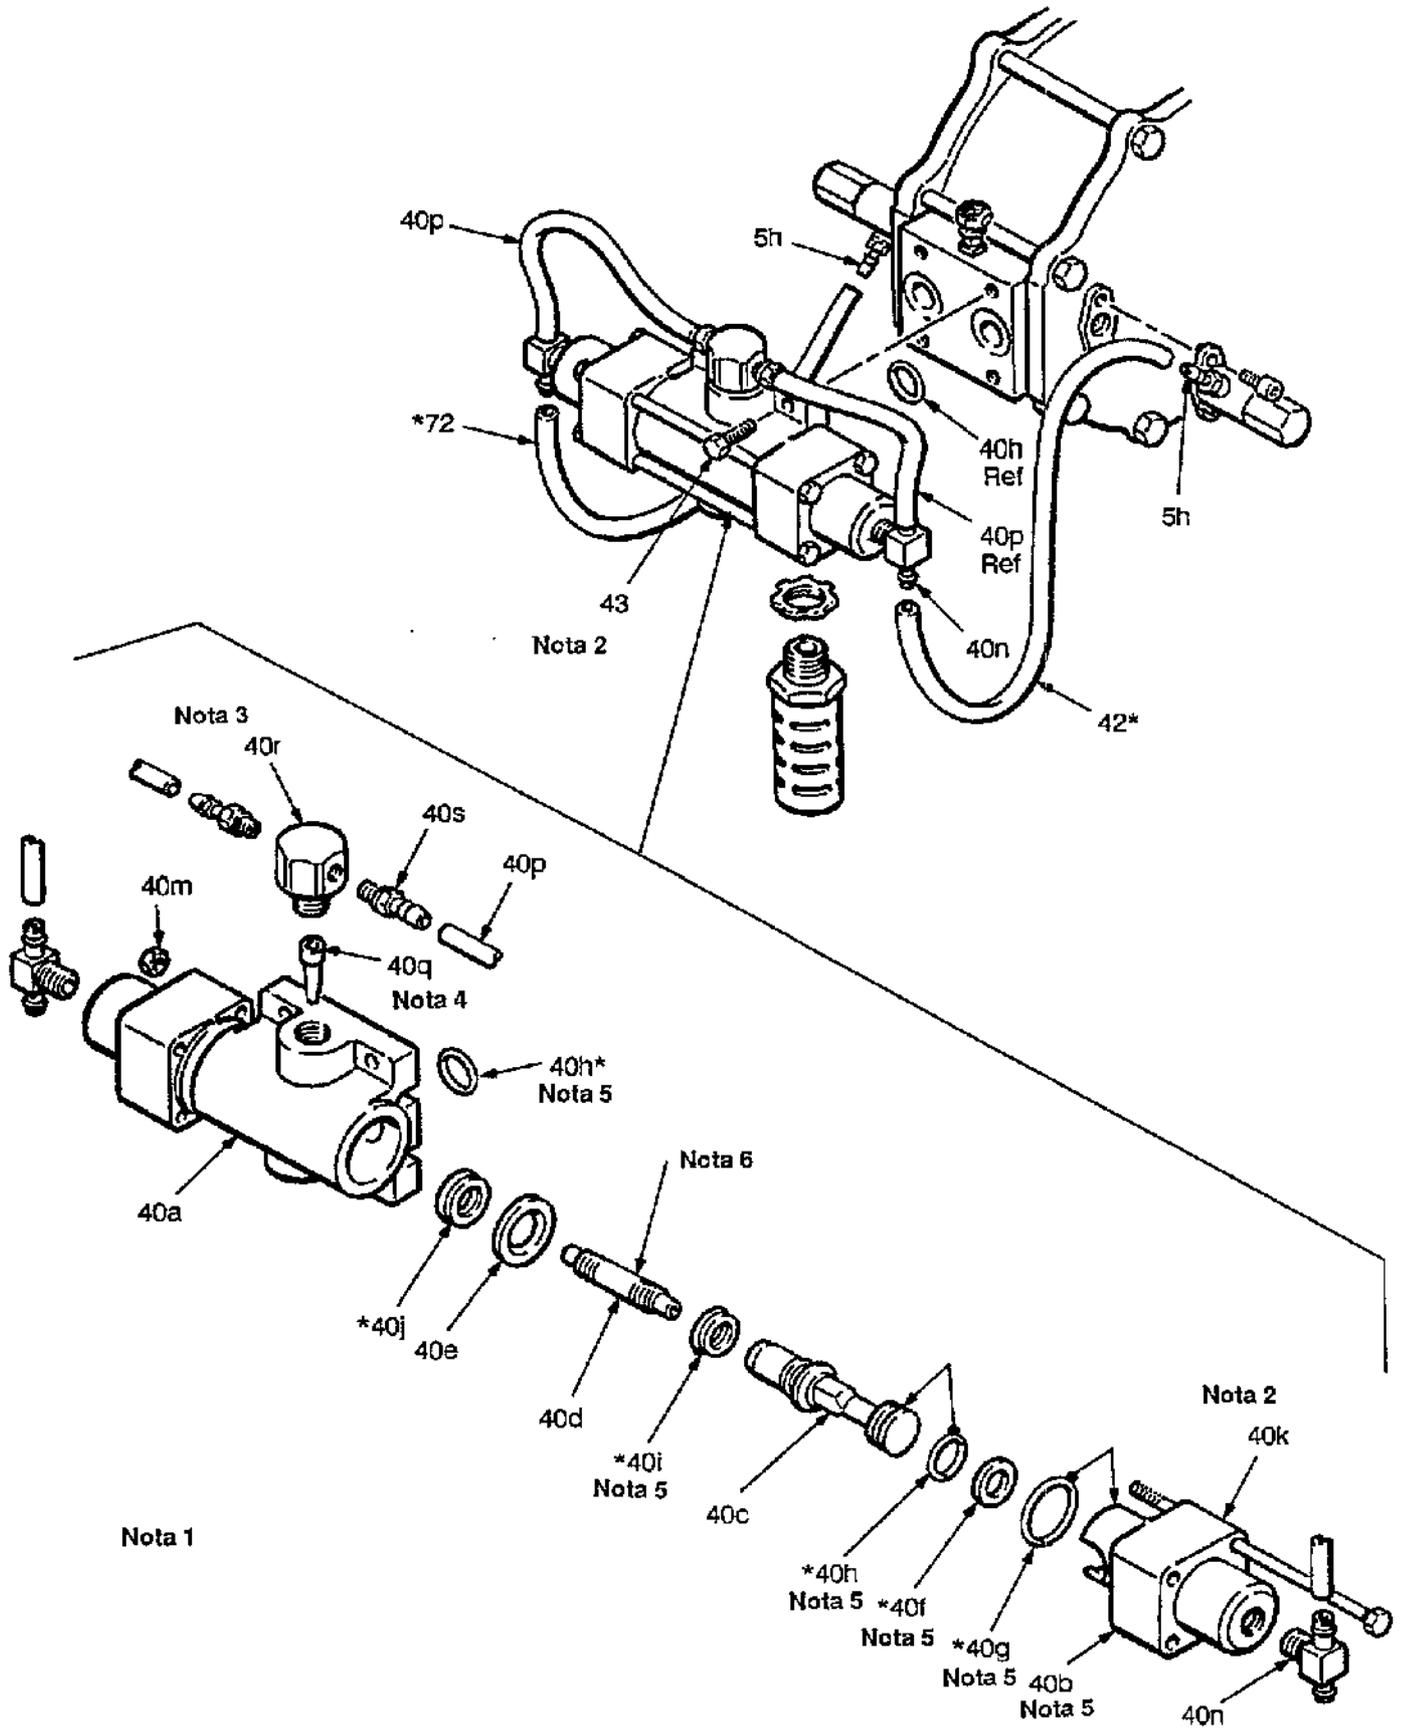

Fig. S-3
2. Hacer un pequeño corte en los extremos de los tubos (72", 42", 40p*) y desconectarlos de las guarniciones de la válvula piloto (5h), conexiones en T de la válvula de aire (40n) y guarniciones de la lengüeta (40s). Ver la Figura S-3.
5. Si el filtro de aire (40q) requiere limpieza o cambio, desatornillar el alojamiento del filtro (40r) y sacar el filtro. Para limpiarlos, sumergir el alojamiento del filtro y el filtro en disolvente hasta que estén limpios. Secarlos soplando aire comprimido a baja presión (inferior a 2,1 bares). Ajustar a presión el filtro en el alojamiento, aplicando 40-60 libras de fuerza. Ver la Figura S-3. Aplicar producto impermeable sellador en las roscas del alojamiento del filtro y atornillarlo en el alojamiento central (40a).
9. Instalar la válvula de aire en la bomba mediante los cuatro tornillos de sombrerete (43). Apretar alternativamente y de manera pareja con par 3-5 N.m.
10. Conectar los nuevos tubos (72", 42", 40p*) a las conexiones de la válvula piloto (5h), Tes de la válvula de aire (40n) y guarniciones de la lengüeta (40s) como se muestra en la Figura S-3.